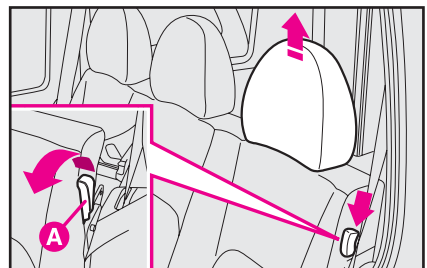
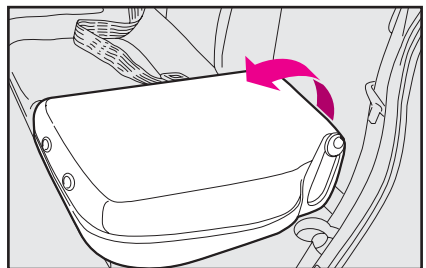

fig. 121
fig. 122
- sollevare il pomello **A-fig. 121** quindi ribaltare completamente il sedile **fig. 122**.